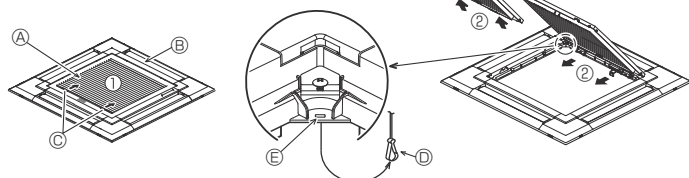
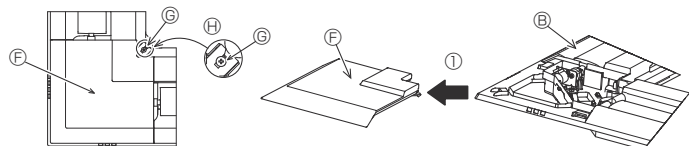

Fig. 9-3
Fig. 9-4
- Ⓒ Calibre de instalación ② (insertado en la unidad principal)
9.2.1. Extracción de la rejilla de admisión (Fig. 9-3)
9.2.2. Extracción del panel angular (Fig. 9-4)
[Fig. 9-3] [Fig. 9-4]